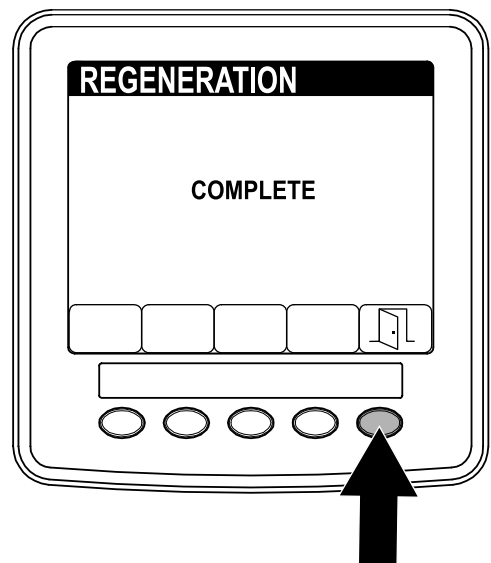

Рисунок 54
5. Когда регенерация будет завершена, на дисплее инфо-центра появится сообщение COMPLETE (ЗАВЕРШЕНО). Нажмите кнопку 5 для возврата в меню SERVICE (ТЕХОБСЛУЖИВАНИЕ) (Рисунок 54).